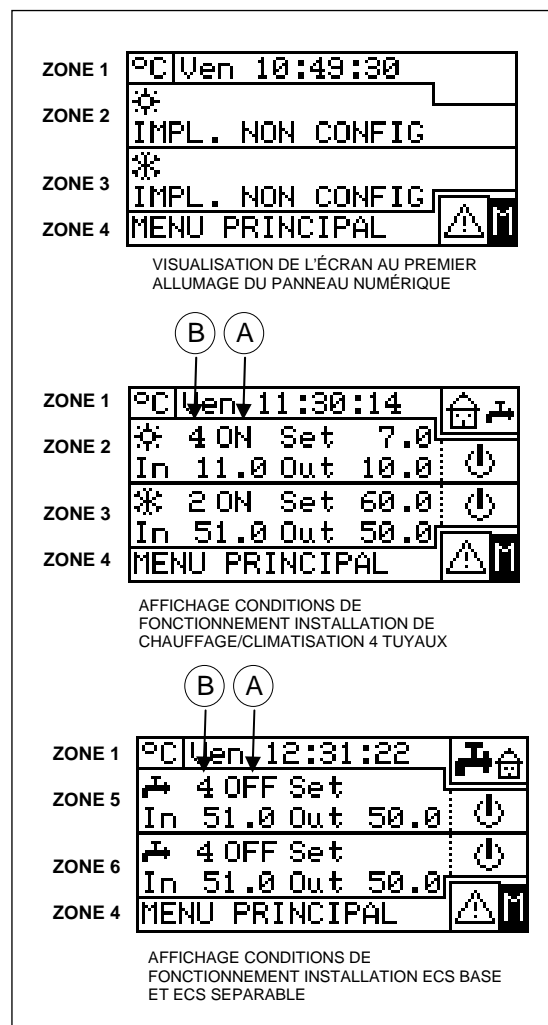

Figure 2 - EXEMPLES D'ECRAN PRINCIPAL
- 2 - Sélectionnez le symbole , situé plus haut, pour accéder au menu “**Commande Service ECS base**” (voir “Zone 5” Figure 2 page 6).
- 3 - Sélectionnez le symbole , situé plus bas, pour accéder au menu “**Commande Service ECS séparable**” (voir “Zone 6” Figure 2 page 6).